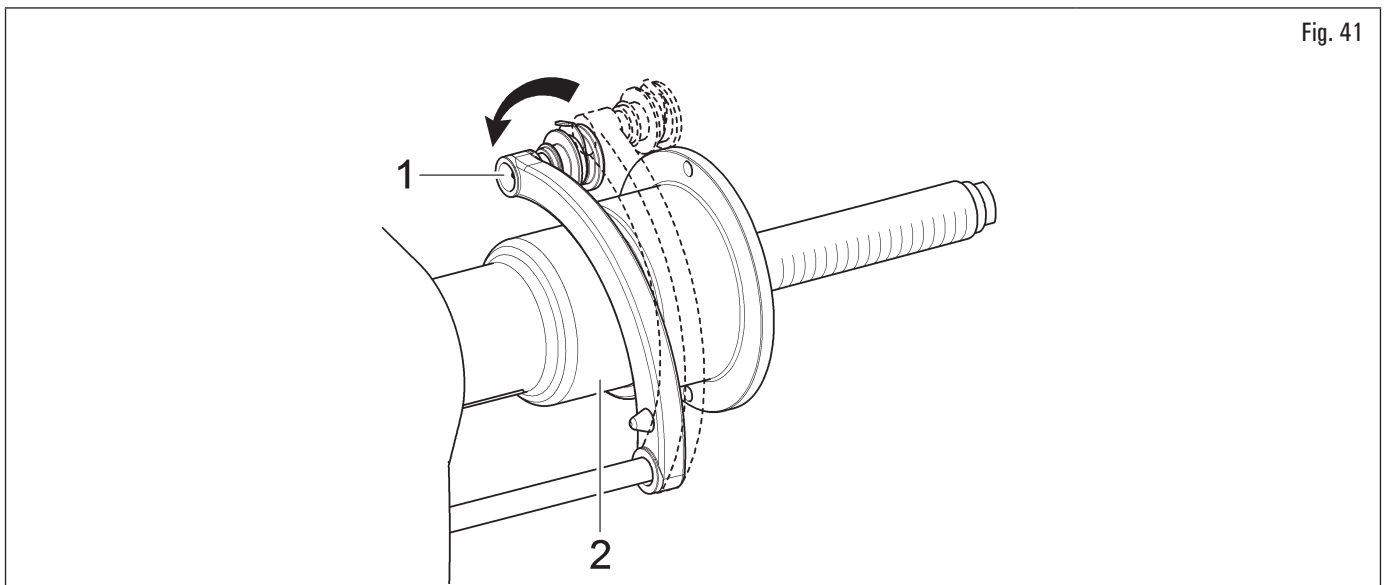

Fig. 41
En portant plusieurs fois les bras de la tige (Fig. 41 r f. 1) en contact avec le mandrin (Fig. 41 r f. 2), le programme fait alterner cycliquement « STATIQUE », « STATIQUE 1 » et « STATIQUE 2 », pour recommencer ensuite depuis le d but.
1. lorsqu'on porte la pince d'application poids à contact avec la partie interne de la jante (2 points de contact) (voir Fig. 41) on sélectionne le programme « ALU-S » ;
En portant plusieurs fois les bras de la tige (Fig. 41 réf. 1) à contact avec le mandrin (Fig. 41 réf. 2), le programme fait alterner cycliquement « ALU-S », « ALU-S1 » et « ALU-S2 », pour recommencer ensuite depuis le début.